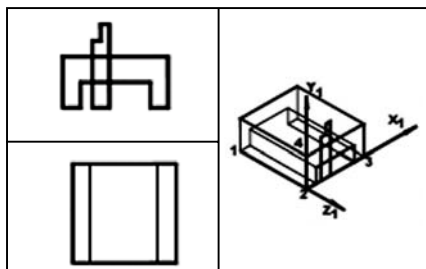

Рис. 7.18. Повернутое основание
3. Сформировать цилиндр. Создать новую ПСК₁, — «Сервис» / «Новая ПСК» / «3 Точки». Начало координат — т. 2; новое положение оси OX — т. 3; новое положение оси OY — т. 4 (рис. 7.18).